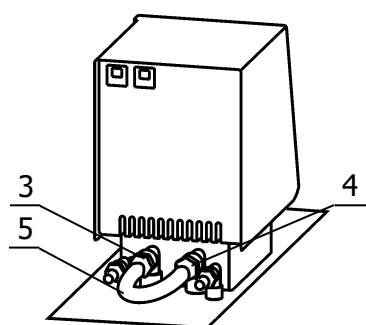

Рисунок 5 — Установка перемычки
2.2.7 Соединить входной 3 и выходной 4 штуцеры насоса блока регулирования с помощью шланга-перемычки 5 (рисунок 5) и хомутов из комплекта поставки блока регулирования.